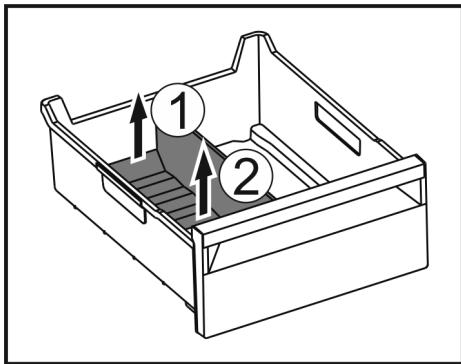

Fig. 99
- Zvedněte zadní část přepážky příhrádky na led. Fig. 99 (1)
- Přepážku příhrádky na led vyjměte nahoru. Fig. 99 (2)